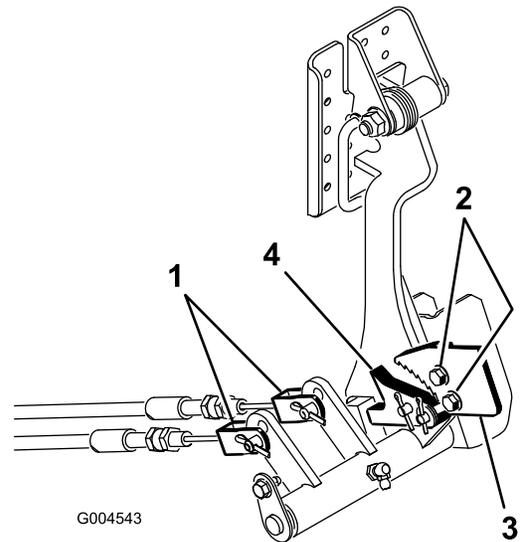

図 74
2. 駐車ブレーキのツメをフレームに固定しているネジ2本をゆるめる（図 74）。
3. ブレーキのツメが戻り止めに完全に掛かるまで駐車ブレーキ・ペダルを前に踏み込む（図 74）。
1. ブレーキ・ケーブルをブレーキ・ペダルのロッドに固定しているコッター・ピンを取る（図 74）。